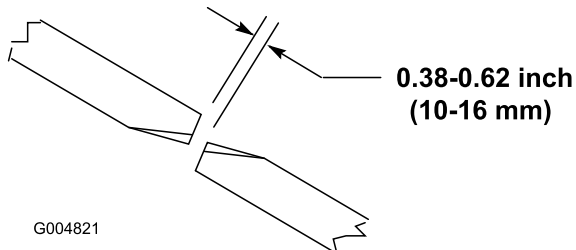

Figura 24
Per garantire il funzionamento ottimale dell'apparato di taglio occorre una luce di 10-16 mm tra la punta delle lame degli apparati di taglio laterali e quelle dell'apparato centrale (Figura 24).
2. Ruotate una lama centrale ed una laterale adiacente in modo che le punte delle loro lame siano allineate. Misurate la distanza tra le punte delle lame, che deve essere di 10-16 mm circa. (Figura 24).